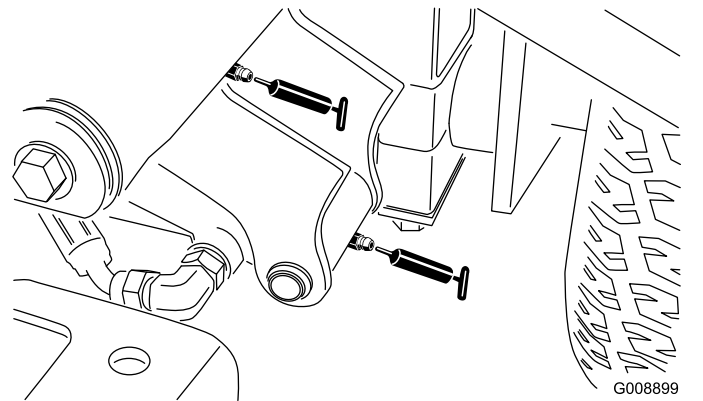

Рисунок 37
- Два левых передних шарнира подъемного рычага и подъемного цилиндра (Рисунок 37)